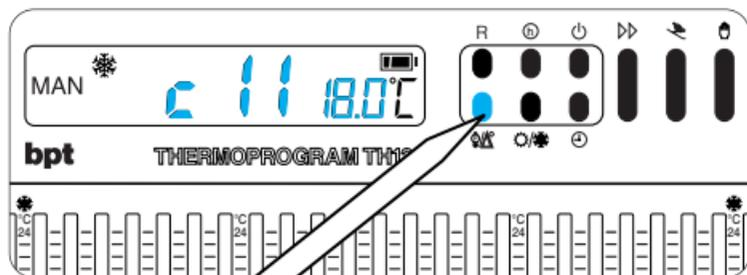

Fig. 36
11.1 - Premere il pulsante **h** (fig. 36).